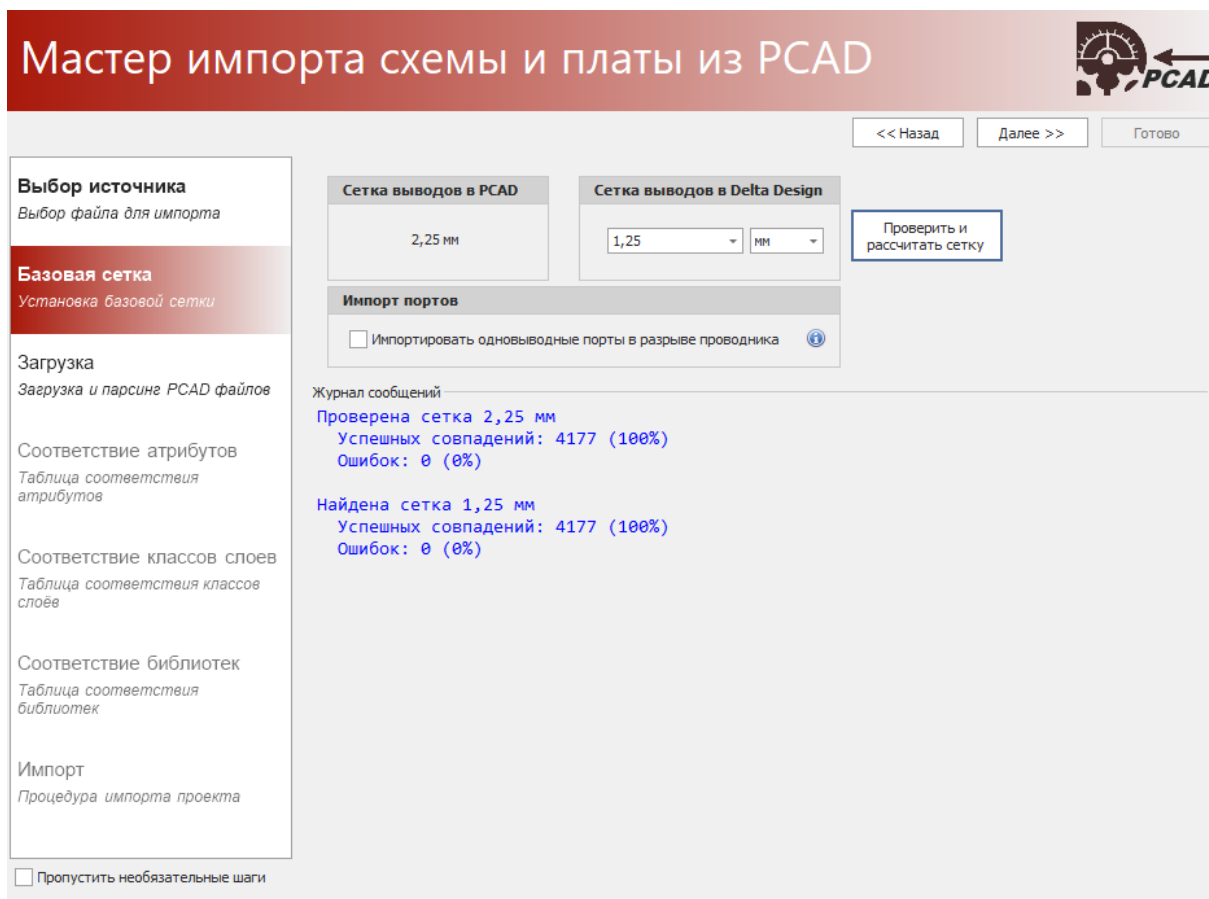

Рис. 22 Приведение к базовой сетке
- На шаге «Базовая сетка» происходит проверка и сопоставление шага сетки выводов схемы в P-CAD с шагом сетки выводов в Delta Design, Рис. 22. При необходимости, установите флаг в поле «Импортировать одновыводные порты в разрыве проводника», если необходимо импортировать одновыводные порты.